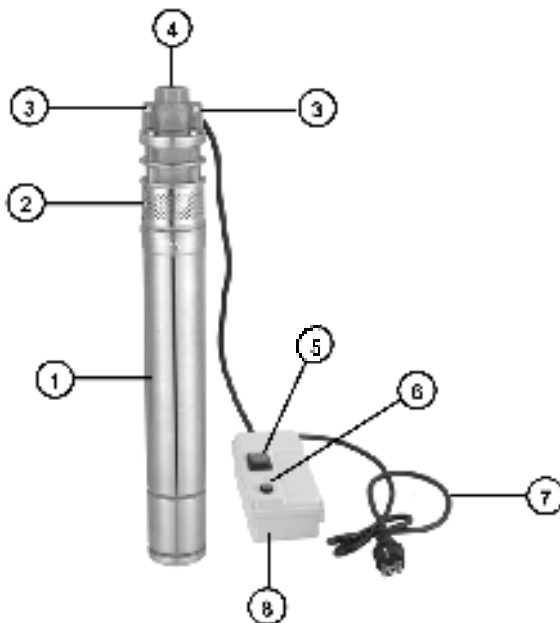

Рис. 1
Насос должен эксплуатироваться с блоком управления (рис. 1, поз. 1), входящим в комплект поставки. В конструкцию блока управления входит сетевой выключатель, устройство защиты насоса от перегрузки, пусковой конденсатор.
1. В проушины верхней крышки насоса (рис. 1, поз. 3) закрепите металлический трос (не комплектуется) необходимой для погружения насоса длины. Не погружайте насос на глубину более чем 10 м от поверхности воды.
2. В резьбовое отверстие G1» напорного патрубка (рис. 1, поз. 4), установите штуцер или другой соединительный элемент трубопроводной арматуры (не комплектуется), закрепите шланг, либо трубу необходимой длины (не комплектуется), обеспечив герметичность соединения.
Включить насос, нажав клавишу выключателя (рис. 1, поз. 5) на корпусе блока управления.
При перегрузки насоса сработает термореле и отключит насос. В этом случае отключите насос выключателем (рис. 1, поз. 5) и дайте ему остыть. Для повторного запуска насоса необходимо нажать кнопку термореле (рис. 1, поз. 6) и включить насос выключателем на блоке управления.